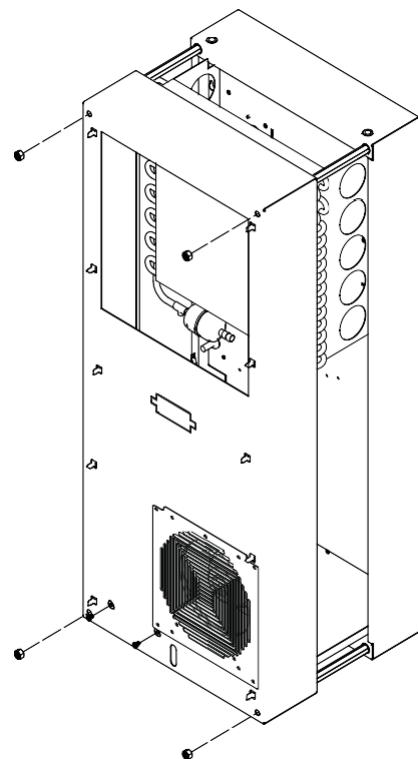

図4
4. 前面パネルのナット4個を取り外し、パネルアセンブリを約5cm前方へ引き出します。8ページの図4をご覧ください。